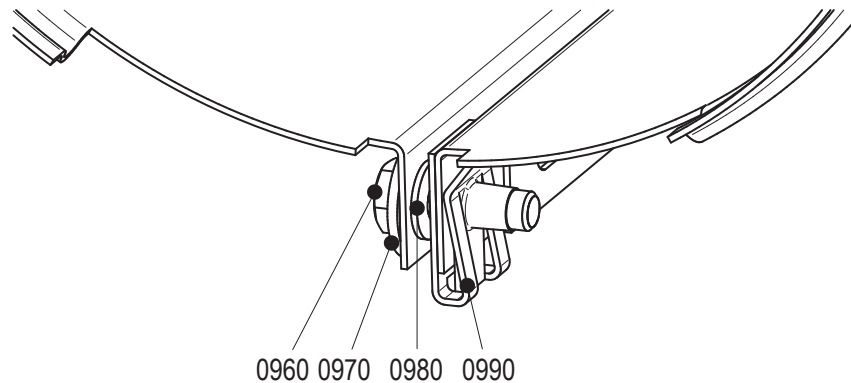

Abbildung 8: Montieren der Haube.
- 1 Schrauben lösen (0960). Siehe Abbildung 8.
- 3 Schutzhaube schließen und Schraube (0960) anbringen. Siehe Abbildung 8.
- 5 Schutzhaube schließen und Schraube (0960) anbringen. Siehe Abbildung 8.